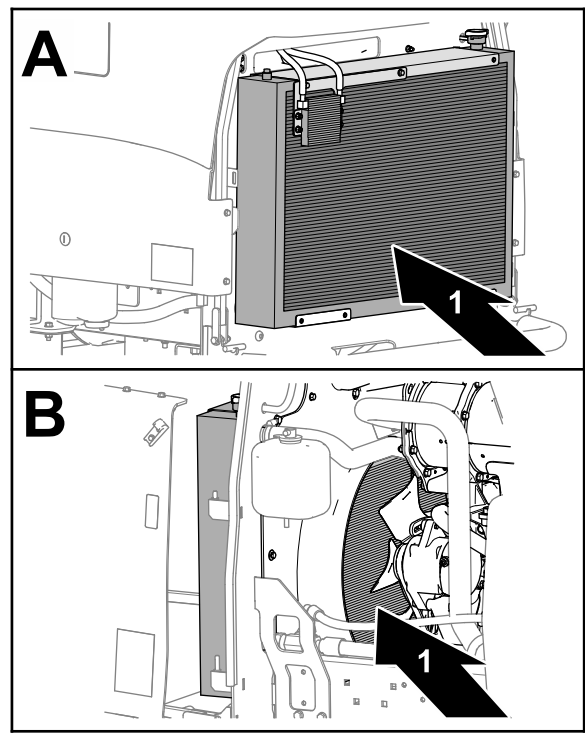

Figura 68
7. Limpe cuidadosamente ambos os lados do radiador e refrigerador de óleo com ar comprimido (Figura 68).